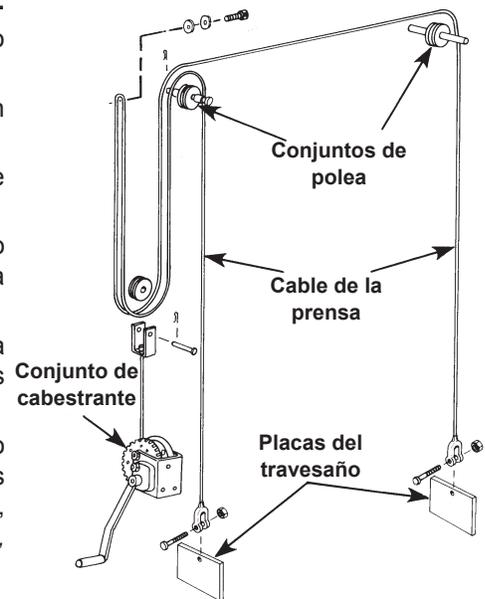

FIGURA 1
1. Ponga el travesaño inferior (elemento 12, hoja 1 de 2) sobre dos bloques de madera (10 × 10 cm [4 × 4 pulg.] aproximadamente 60 cm [24 pulg.] de largo). Ponga los bloques perpendiculares al travesaño. **IMPORTANTE: Asegúrese de que los agujeros de conexión del cable en las placas del travesaño estén boca arriba. Consulte la figura 1, a la derecha.**
2. Atornille un pie angular (13) a cada pieza vertical de la prensa (10 y 23) utilizando tornillos de tapa (20), arandelas (19) y tuercas hexagonales (8).
3. Fije un ángulo espaciador (14) en la pieza vertical derecha de la prensa (10) con un tornillo de tapa (20).
4. Deslice la pieza vertical en el extremo del conjunto del travesaño (12) hasta que la pieza vertical quede firme contra la placa del travesaño.
5. Deslice la pieza vertical izquierda (23) en el otro extremo del conjunto del travesaño (12) hasta que quede firme contra la placa del travesaño. Luego conecte la pieza vertical al espaciador de ángulo con un tornillo de tapa (20).
6. Monte uno de los travesaños superiores (1) en la parte superior de cada pieza vertical (10 y 23) utilizando tornillos de tapa (7) y tuercas hexagonales (5). Los agujeros de la placa de montaje del cilindro (11) deben estar hacia abajo.
7. Instale dos ejes de polea (4) y las poleas (3). Cada eje pasa a través del agujero de montaje superior expuesto en su pieza vertical respectiva (10 y 23). Antes de empujar cada eje completamente a través del agujero de montaje opuesto, deslice la polea (3) en cada eje. *Nota: Cuando termine de ensamblar la prensa, lubrique ambos ejes con grasa de uso general.*
8. Monte el travesaño superior restante a las piezas verticales usando los tornillos de tapa (7) y tuercas hexagonales (5).
9. Arme un tornillo de tapa (2), dos arandelas (24) y una tuerca (22) en el soporte de la polea ubicado en la parte superior de la pieza vertical izquierda. Para permitir que el cable se instale posteriormente, solo apriete la tuerca a mano en el tornillo, dándole unas vueltas en este momento.
10. Monte el conjunto del cabestrante (21) en la placa de montaje en la parte superior izquierda usando los tornillos de tapa (18) y tuercas hexagonales (22). Apriete los herrajes de montaje con una llave.
11. Conecte un extremo del cable (7, hoja 2 de 2, parte posterior) a la placa del travesaño en el extremo derecho del travesaño inferior (12) usando un tornillo de tapa (2, hoja 2 de 2, parte posterior) y la tuerca de fijación (1, hoja 2 de 2, parte posterior). Introduzca el otro extremo del cable a través de la polea (3) y conéctelo en el lado izquierdo del travesaño inferior. Termine de poner el cable como se muestra en la figura 1 arriba. **IMPORTANTE: Al enrollar el cable sobre el tornillo de tapa (2) instalado anteriormente en el soporte de la polea, asegúrese de que el cable se encuentre entre las dos arandelas (24).**
13. Introduzca un par de pernos de travesaño (15) en las piezas verticales usando los agujeros correspondientes que están frente a cada uno.
15. Apriete el tornillo de tapa (2) y la tuerca (22) en el soporte de la polea para asegurar el cable que está entre las dos arandelas (24).